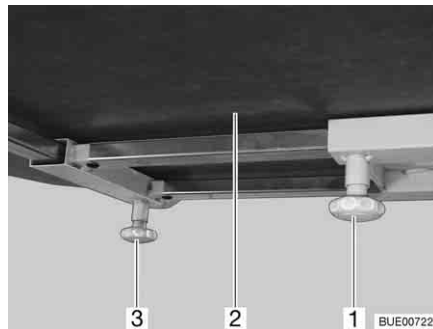

Fig. 119 Déplacer le plateau de table (alternative)
- Desserrer la vis moletée (Fig. 119,1).
- Déplacer le plateau de table (Fig. 119,2) dans la position désirée.
- Desserrer la vis moletée (Fig. 119,3).